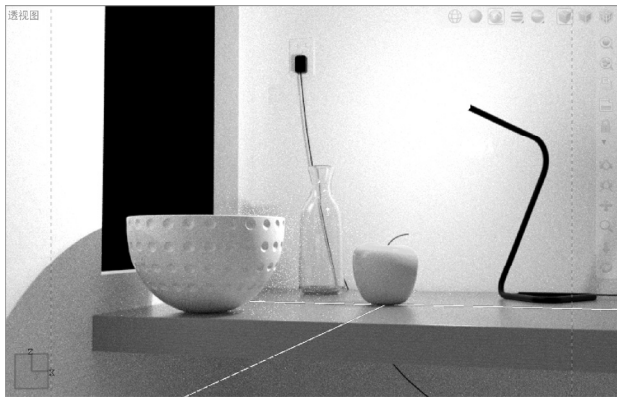

图 8-31 手动设置碗和苹果材质
4) 在透视图选中苹果柄，或在全局浏览器中单击“Apple Stalk”，为其创建一个自定义材质并命名该材质为“苹果柄”，将颜色调整为棕色，并改变粗糙度值为 15%。设置完成后获得图 8-31 所示的结果。